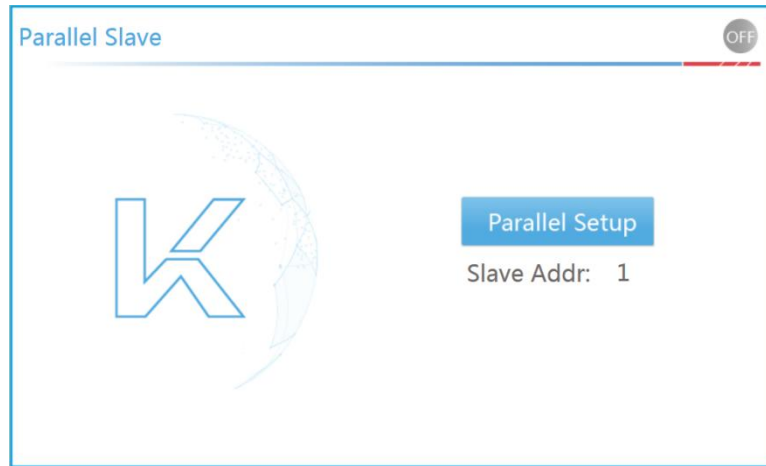

图 3-20 从机模式界面示意图
设置完成后，按 Esc 键，退出到从机显示主界面，②号从机主界面显示如下图 3-20 所示，从机地址为 1，③号从机主界面显示以不同的从机地址作区分。
当从并机模式切换为单机模式时，主机需要在 Parallel Setup 菜单中设置为 Single 单机模式，从机在图 3-20 从机界面下，按 select 键，进入 Parallel Setup 菜单同样设置为 Single 单机模式即可。